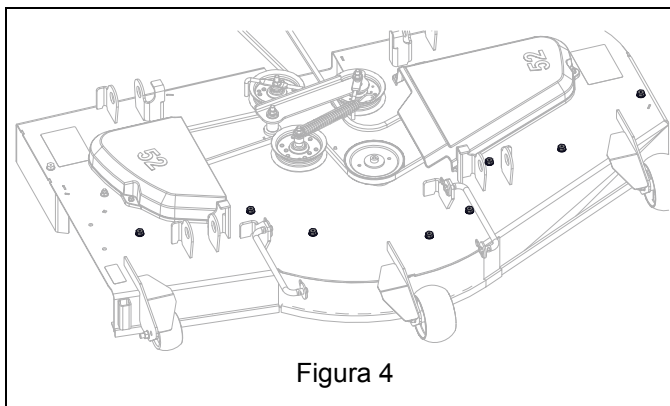

Figura 4
6. Rimuovere le otto viti autofilettanti da 3/8" x 1/2" dalla parte superiore dell'apparato di taglio. Conservare le viti per l'uso senza il kit per pacciamatura. Vedere Figura 4.